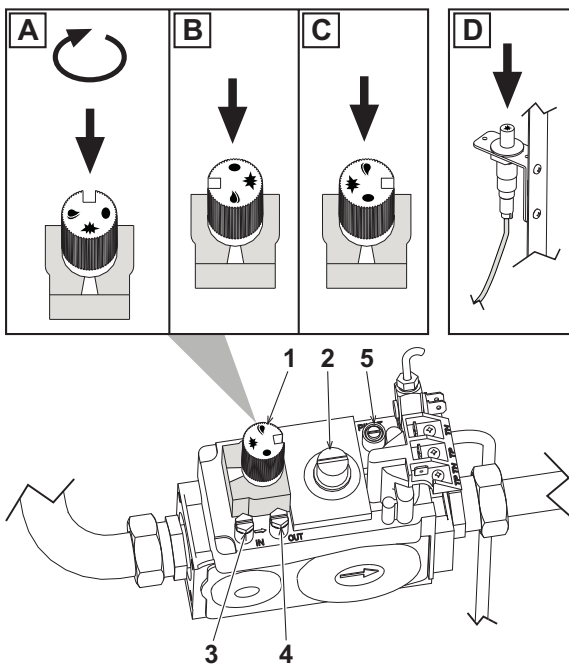

рис. 2 - Газовый клапан
- Стравите воздух из газовых труб, открыв штуцер отбора давления на входе в клапан, отмеченный номером 3 (рис. 2).
- Включите пилотную горелку путем неоднократного нажатия на кнопку пьезоэлектрического запальника "D" (рис. 2).
- Нажмите и удержите ручку управления 1 газового клапана в положении "B" (рис. 2).
Нажмите и поверните ручку управления 1 в положение "С" (рис. 2).
2. Подсоедините манометр в штуцер отбора давления "OUT" на клапане (см. деталь 4 на рис. 2).
3. Раскрутите защитный колпачок регулятор давления 2 на рис. 2.
2. С помощью винта регулировки расхода 2 на рис. 2 (поворачивая по часовой стрелке для увеличения давления и против часовой стрелки - для уменьшения) так, чтобы считываемое манометром давление соответствовало значениям в таблица 2.